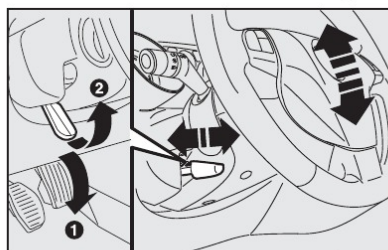

fig. 14
##### VOLANTE - fig. 14
- 1) deslocar a alavanca A para a posição 1-fig. 14;